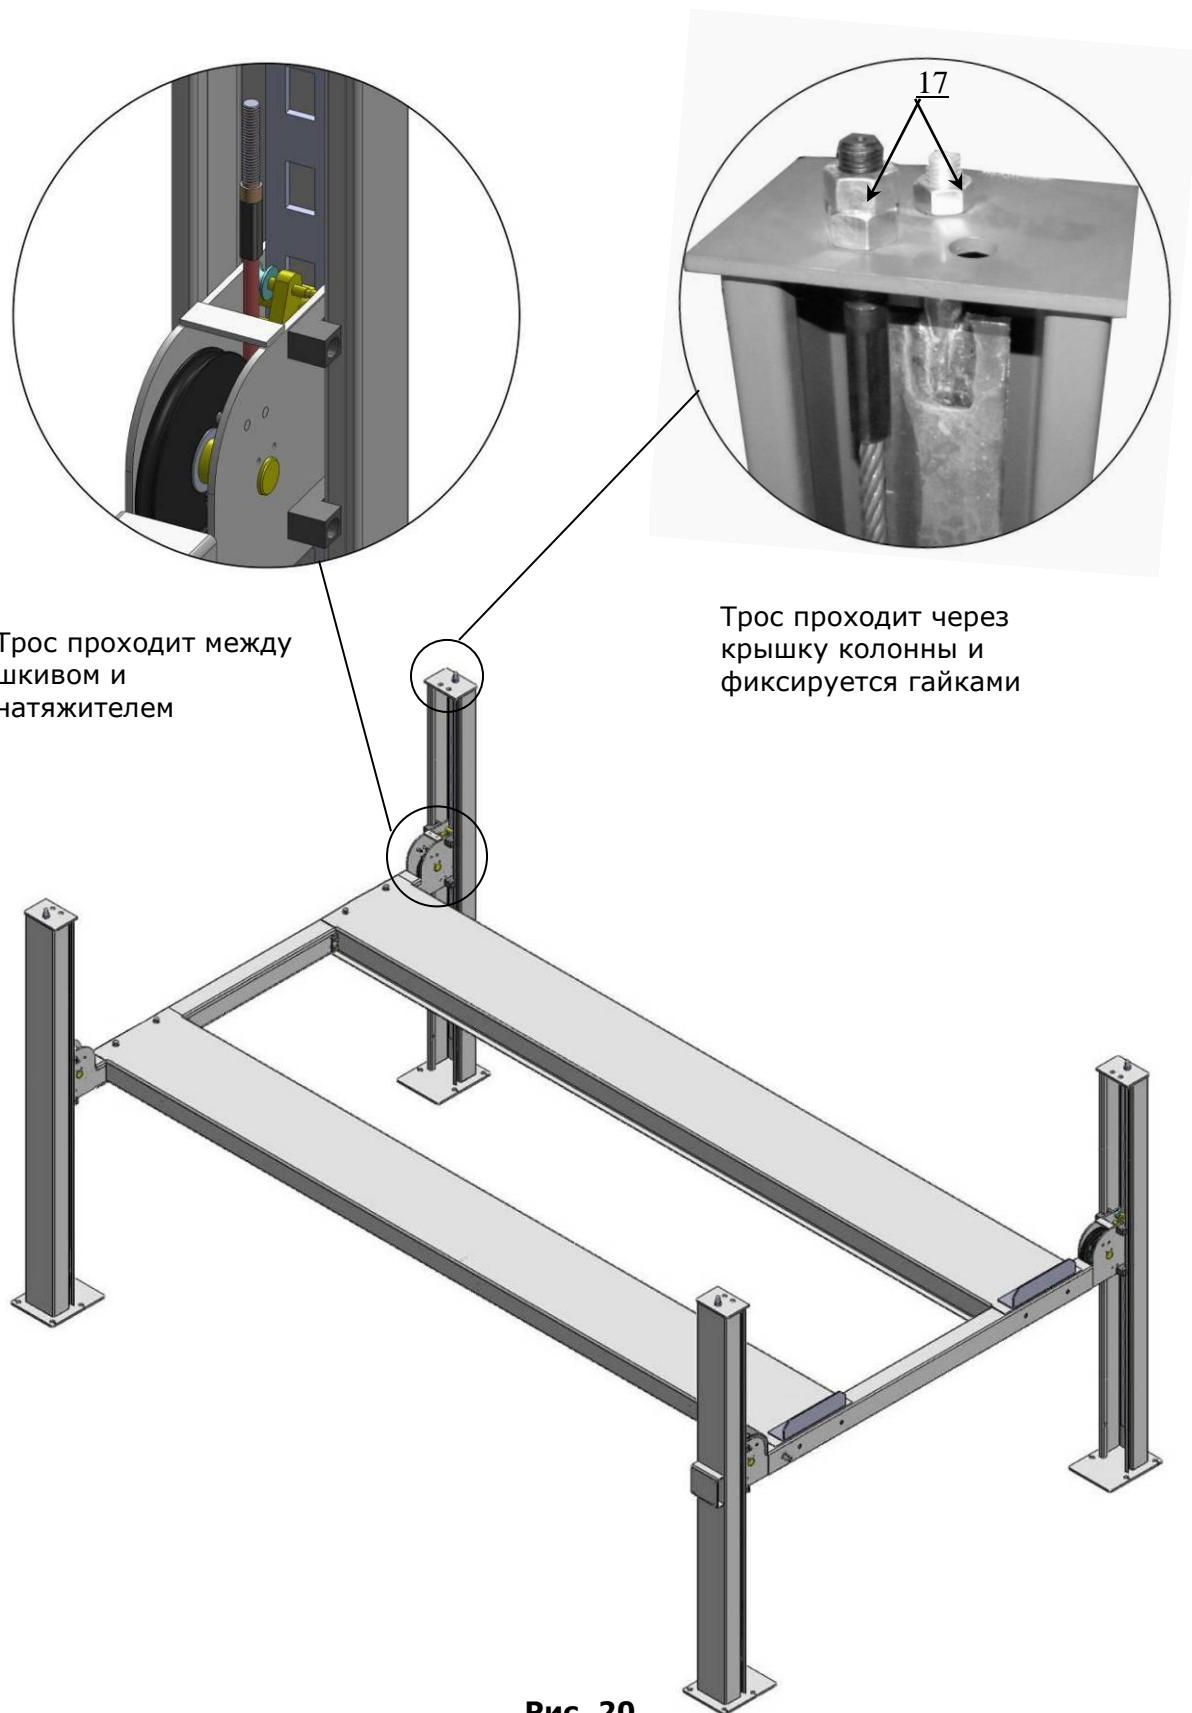

Рис. 20
2. Трос должен быть заведен через шкивы в колонны и зафиксирован болтами (См. Рис. 20).